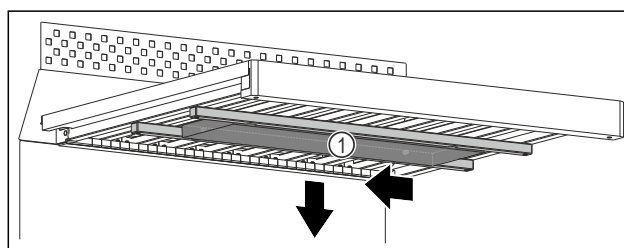

Fig. 111
- Pousser le boîtier à eau Fig. 111 (1) vers la gauche.
- Retirer le boîtier à eau Fig. 111 (1) par le bas.